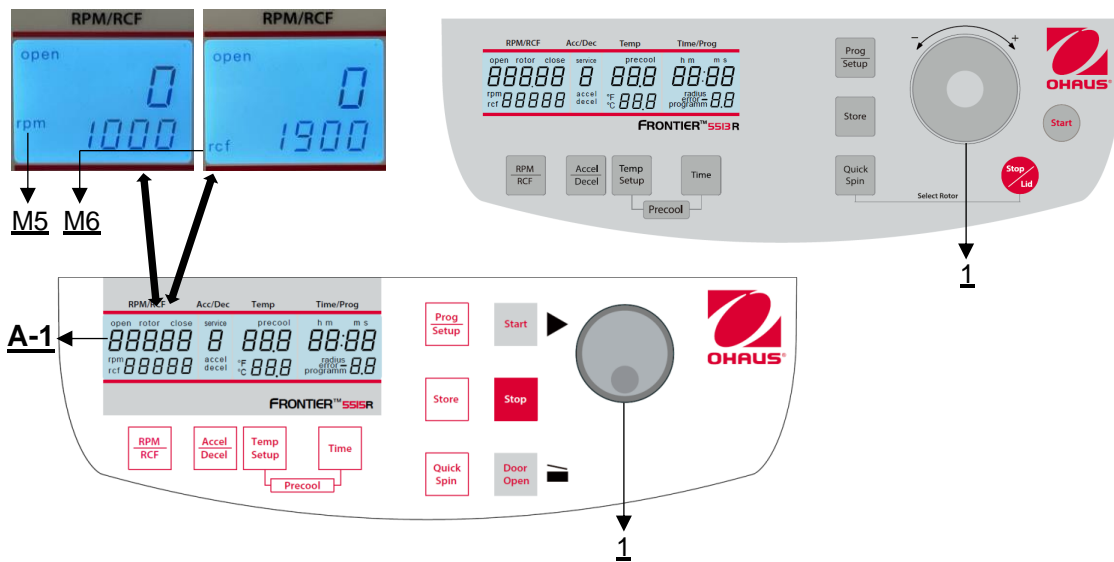

Figura 12
La preselezione viene attivata tramite il tasto "**RPM | RCF**" (3) (vedere **Figura 12**). Premendo una volta il tasto lampeggia la parola "**rpm**" (M5). Premendo due volte il tasto è possibile la preselezione delle forze centrifughe. Appare quindi la parola lampeggiante "**rcf**" (M6). È possibile impostare i valori desiderati con la manopola di regolazione/rotella (1). Sul display (A-1) il valore regolato è visualizzato in modo permanente, prima, durante e dopo la corsa.